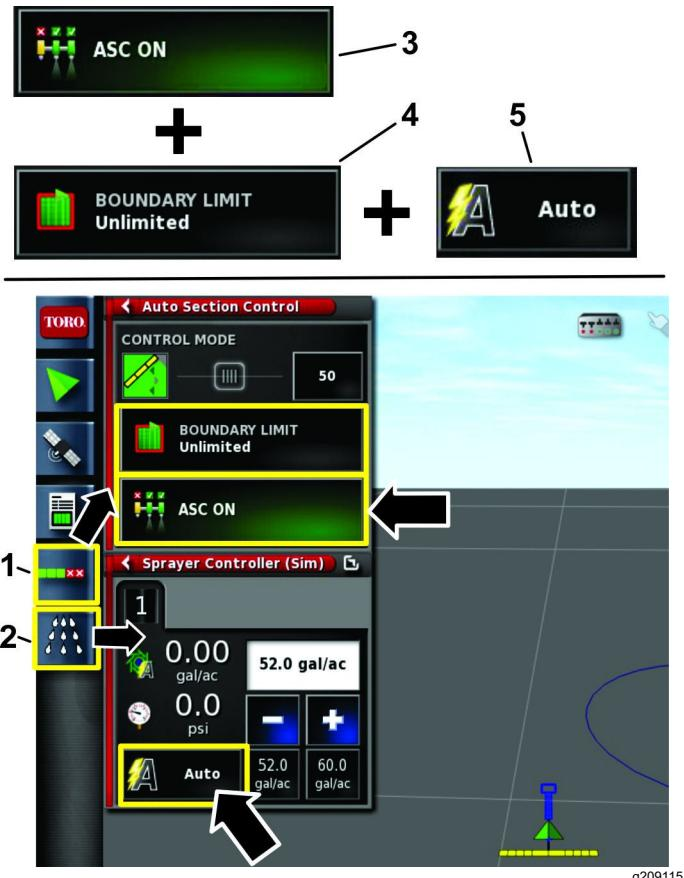

図 23
- 自動選択コントロール構成アイコンとスプレーヤコントローラアイコンを選択する図 23。
- ASC アイコンをON位置にし、境界リミットを境界線不使用 位置にし、レートコントロールをAUTO位置にする図 23。